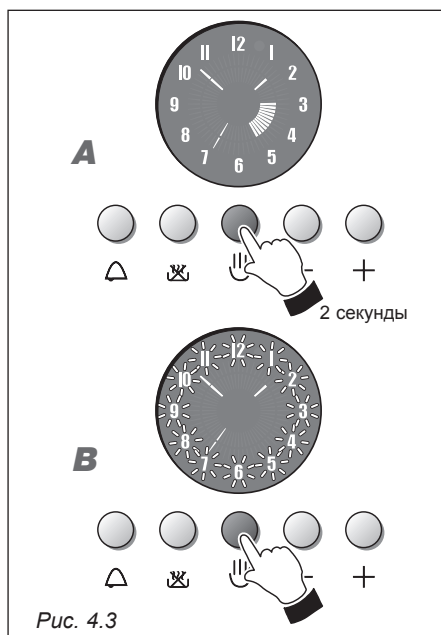

Рис. 4.3
ПРИГОТОВЛЕНИЕ В РУЧНОМ РЕЖИМЕ БЕЗ ИСПОЛЬЗОВАНИЯ ПРОГРАММАТОРА (Рис. 4.3)
- Рис. 4.3 – Программатор с заданной программой. Для удаления заданной программы нажмите на кнопку  и удерживайте ее в таком положении в течение приблизительно 2 секунд; стрелки внутреннего круга исчезнут, духовой шкаф можно эксплуатировать в ручном режиме.
- Рис. 4.3 – Мигающие цифры на экране (как правило, после отключения звуковой сигнализации, предупреждающей об окончании запрограммированного времени приготовления). Нажмите на кнопку . Цифры перестанут мигать, духовой шкаф можно эксплуатировать в ручном режиме.